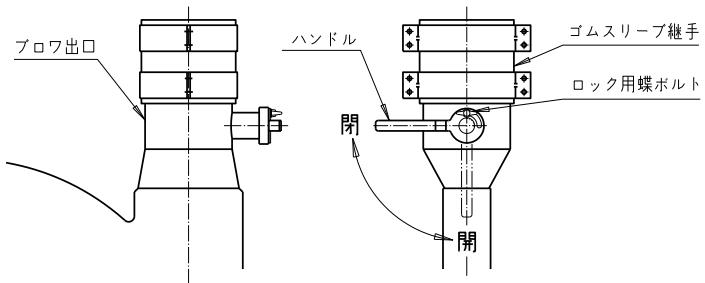

図 4 ダンパ
- (1) 風量調整はダンパで可能です。調整をハンドルで行い、その位置はロック用蝶ボルトで固定できます(図 4)。